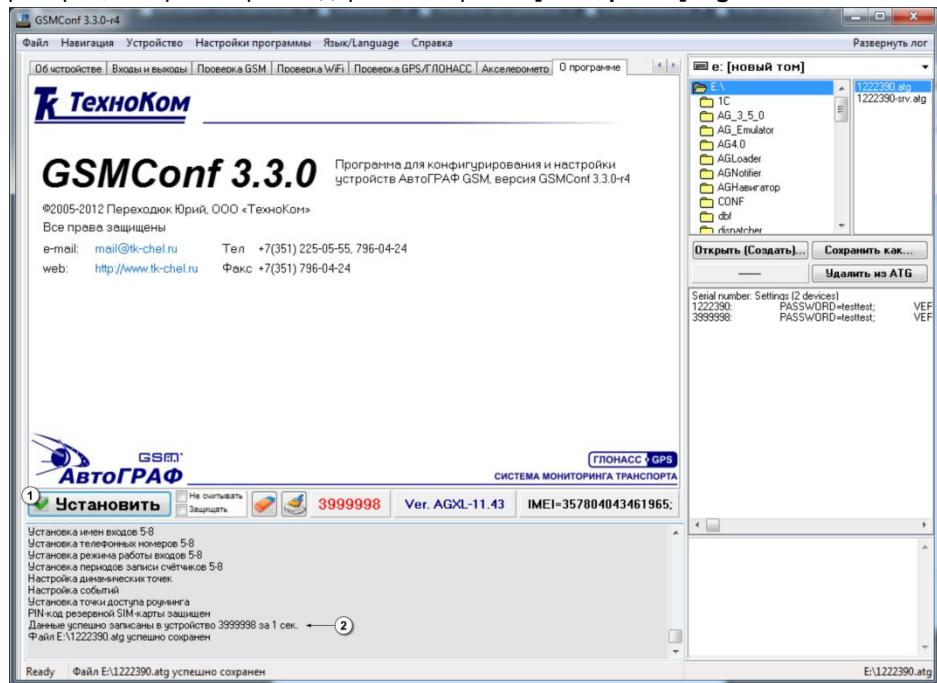

Рис.56 – Запись настроек в прибор.
1. Кнопка «Установить» - кнопка позволяет записать настройки в подключенный прибор. При успешной записи настроек высветится значок и появится строка об успешной записи в окне состояния (рис.56, п.2).